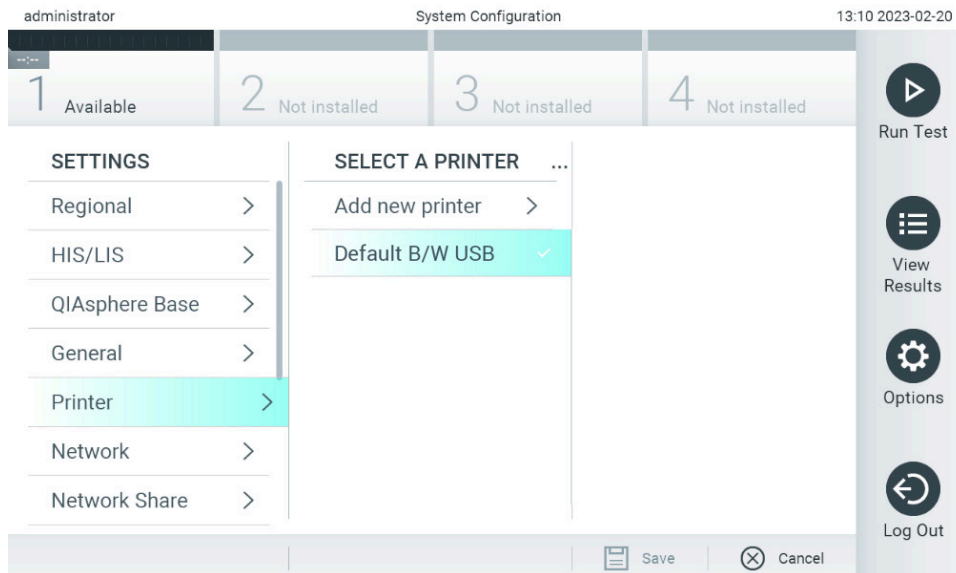

Figura 66. Selectarea unei imprimante a sistemului.
8. Selectați o imprimantă din lista de imprimante disponibile (Figura 66).